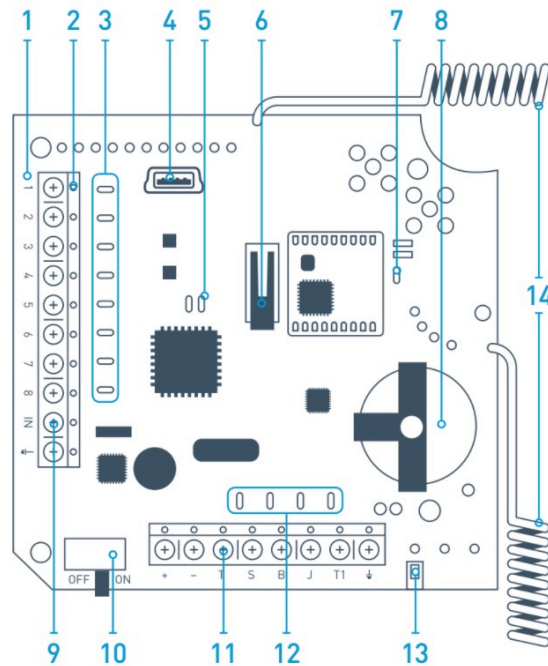

Abb. 1. Funksensorempfänger ocBridge Plus
1. Schließen Sie ocBridge Plus mit Hilfe eines USB-Kabels (Typ A – miniUSB) über den Anschluss «4» (Abb. 1) an den Computer an. Schalten Sie den Empfänger mit dem Schalter «10» ein (Abb. 1).
Beschreibung der Leuchtanzeigen «5» (Abb. 1):